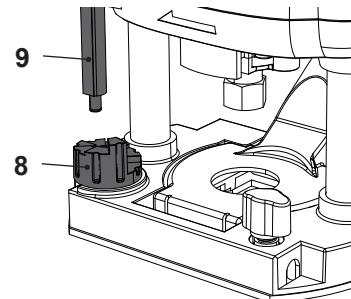

Fig. 18
Utilizați tamponul de pas (8) pentru a efectua tăieturi mai adânci, în mai mulți pași, fiecare cu îndepărțarea unei cantități mai mici de material. Astfel, cu ajutorul acestui produs, puteți împărți tăieturile în mai multe etape și să le realizați în până la 8 pași (Fig. 18).